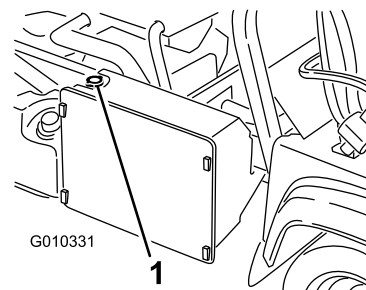

図 55
3. ラジエーターキャップを取る 図 55。
4. 冷却液タンクのキャップを取る 図 55。
7. ラジエーター液を一杯にして、キャップを閉める 図 55。